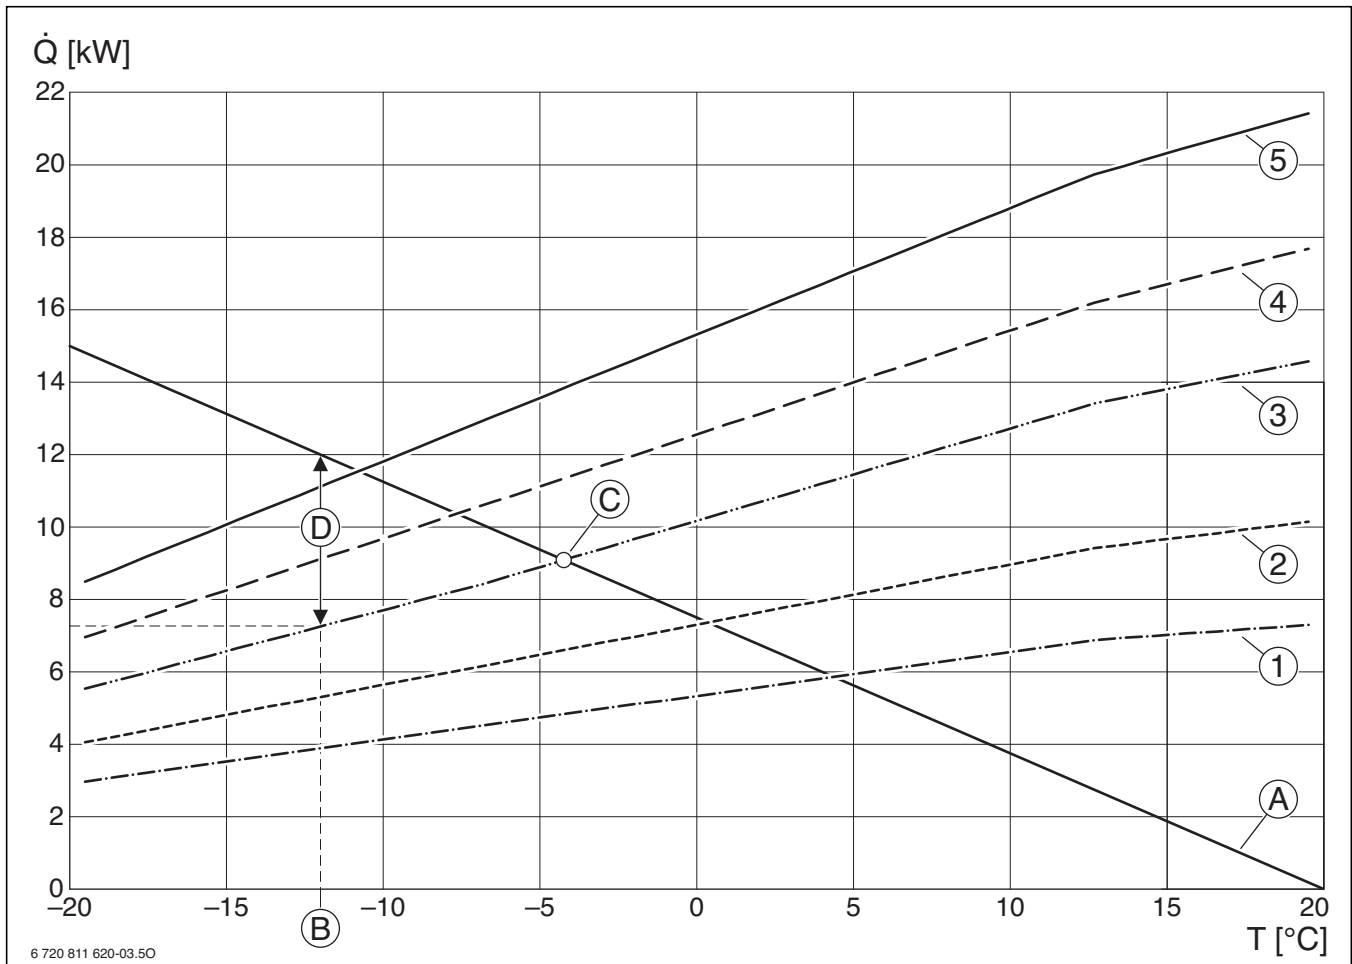

Bild 30 Bivalenttemperatur, Heizleistungskurven der Wärmepumpen Compress 7000i AW bei 35 °C Vorlauftemperatur (schematische Darstellung)
Für Häuser mit geringem Wärmebedarf kann die Bivalenztemperatur auch in niedrigeren Temperaturbereichen liegen ( $\rightarrow$  Bild 30).
Für Temperaturen höher als -7 °C zeigt Bild 30 die Heizleistungskurven der Wärmepumpen im Betrieb mit 100 % Wärmeleistung.
Zur Auswahl einer geeigneten Wärmepumpe wird in den Heizleistungskurven in Bild 30 die Gebäudekennlinie [A] eingetragen. Sie kann vereinfacht als Gerade zwischen
**Beispiel (→ Bild 30)**